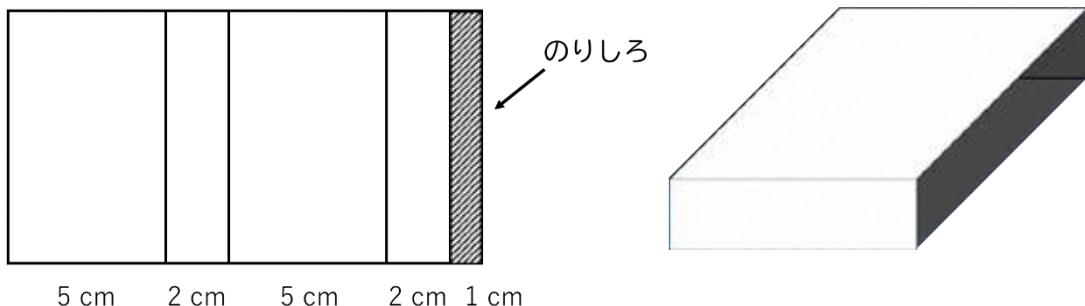

図 9
④ 厚紙才を下図のように折り曲げてテープで止めて台を作る。(図 9)